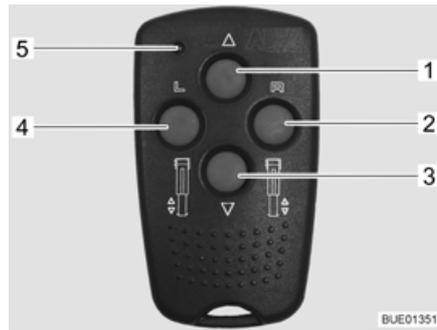

Fig. 49 Mando a distancia para apoyos eléctricos de elevación
- Preselección: apoyo de elevación izquierdo (Fig. 49,4)
- Preselección: apoyo de elevación derecho (Fig. 49,2)
- Introducir el apoyo de elevación (Fig. 49,1)
- Extraer el apoyo de elevación (Fig. 49,3)
- LED testigo (Fig. 49,5)
Con cada accionamiento de la tecla parpadeará el LED testigo (Fig. 49,5).
- Pulsar la tecla de preselección del lado de apoyo de elevación (Fig. 49,2 ó 4) por aprox. 1 segundo.
- Dentro de un lapso de 2 segundos, pulsar la tecla "Extraer apoyo de elevación" (Fig. 49,3), y mantenerla pulsada hasta que el pie de apoyo (Fig. 51,4) tenga contacto con el suelo.
- Dentro de un lapso de 2 segundos, pulsar la tecla "Introducir apoyo de elevación" (Fig. 49,1), y mantenerla pulsada hasta que el pie de apoyo (Fig. 51,4) haya sido introducido completamente. Cuando el apoyo de elevación ha sido introducido completamente sonará una señal acústica de control.